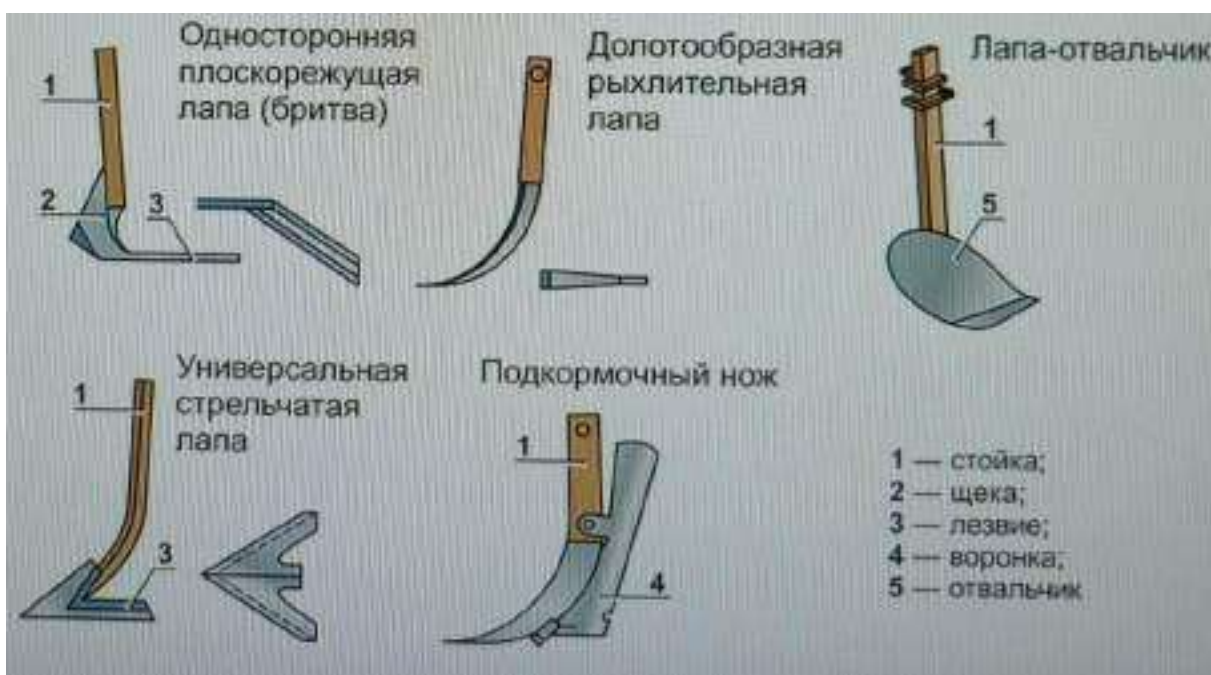

Рисунок 5.1 Рабочие органы пропашных культиваторов (часть 1)
1. Полольные лапы (бритвы) (рисунок 5.1) применяются для первой культивации и для букетировки. Существуют лапы двух типов - левосторонние и правосторонние. Глубина обработки до 6 см. Ширина захвата 85, 120, 165 и 250 мм; угол раствора  $\gamma = 28...32^\circ$ , угол крошения  $15^\circ$ .
2. Универсальные стрелчатые лапы (рисунок 5.1). Назначение - подрезка сорняков и рыхление почвы на глубину до 12 см. Ширина захвата лап 220...385 мм, угол раствора 60 и  $65^\circ$ , угол крошения  $28...30^\circ$ .